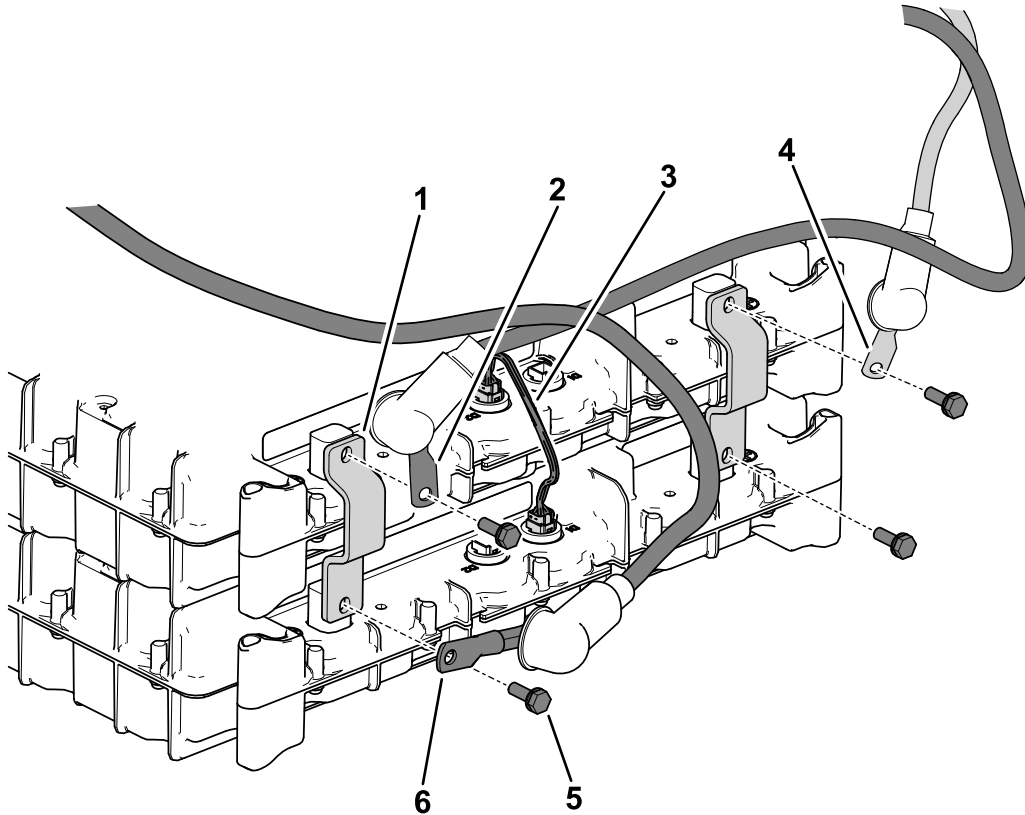

Figura 25
- Utilizzate 4 bulloni ($\frac{1}{4}$ " x $\frac{3}{4}$ ") per fissare i seguenti elementi ai morsetti delle batterie (Figura 25):
- Inserite un cablaggio preassemblato dell'interfaccia dati (19 cm) nelle porte delle batterie illustrate nella Figura 25.